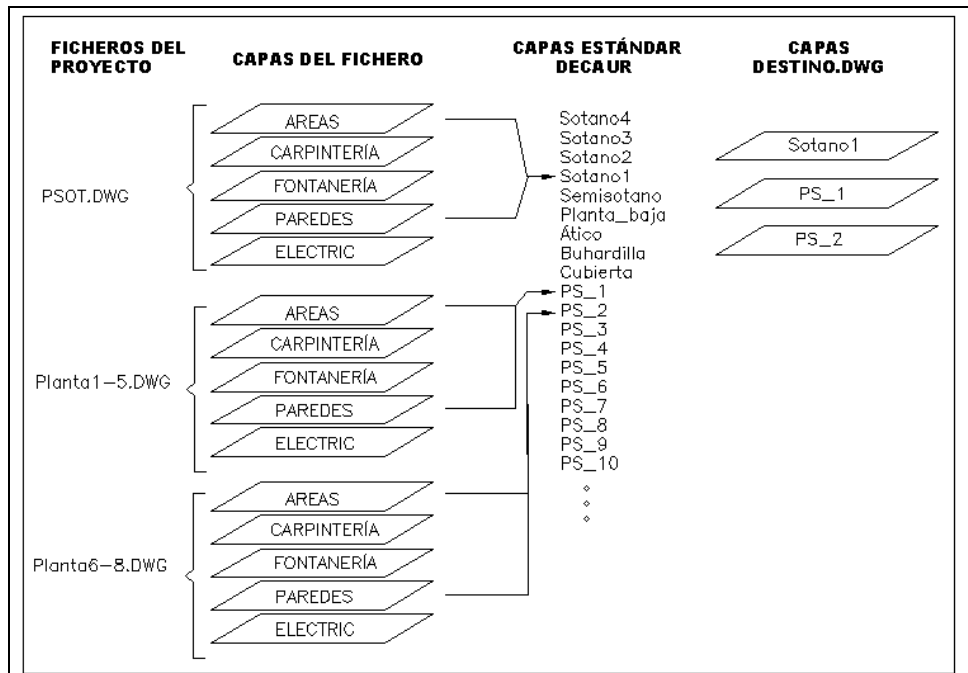

Figura 4: Copiado del contenido de las capas necesarias sobre capas estándar propuestas por la GRCV
- Con el programa se seleccionan las capas útiles y se copian a otro fichero con nombres de capa estándar propuestos por la GRCV, nombres que no son modificables y que van incorporadas al programa (figura 4).